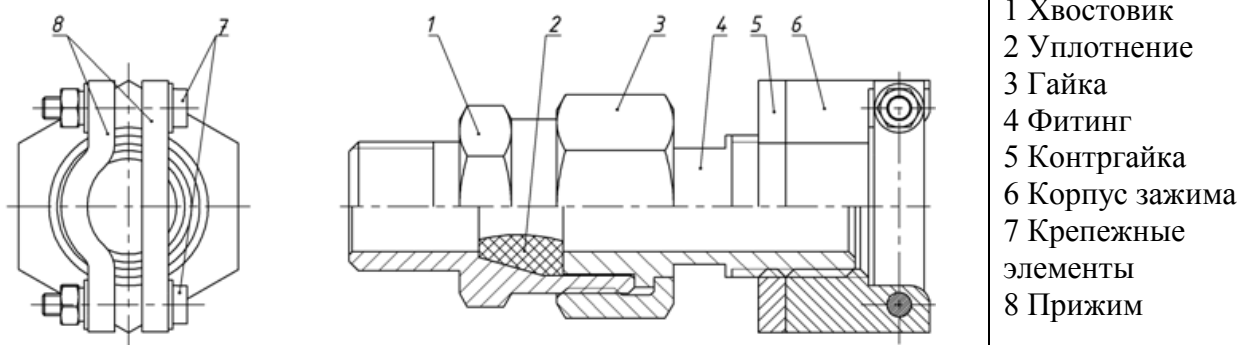

Рисунок 2
При монтаже внешнего электрического кабеля, следует обратить внимание на то, что его наружный диаметр должен соответствовать диаметру, указанному в маркировке уплотнения (рисунок 2, поз. 2). Уплотнение кабеля должно быть выполнено самым тщательным образом, так как от этого зависит обеспечение взрывозащиты изделия.
- установить хвостовик 1 (см. рисунок 2) в оболочку изделия. Резьбовое соединение хвостовика и бокса подключения электродвигателя стопорить герметиком или краской. Нанести герметик ВГО-1 ТУ 38.303-04-04-98 или эмаль ЭП-51 ГОСТ 9640-85 на 4-5 ниток резьбы. Поверхности, на которые должна наноситься краска (герметик), предварительно обезжирить ацетоном или бензином БР-1. Соединение монтировать, медленно проворачивая хвостовик по (против) часовой стрелки для равномерного распределения герметика (краски), после чего провести окончательную затяжку.